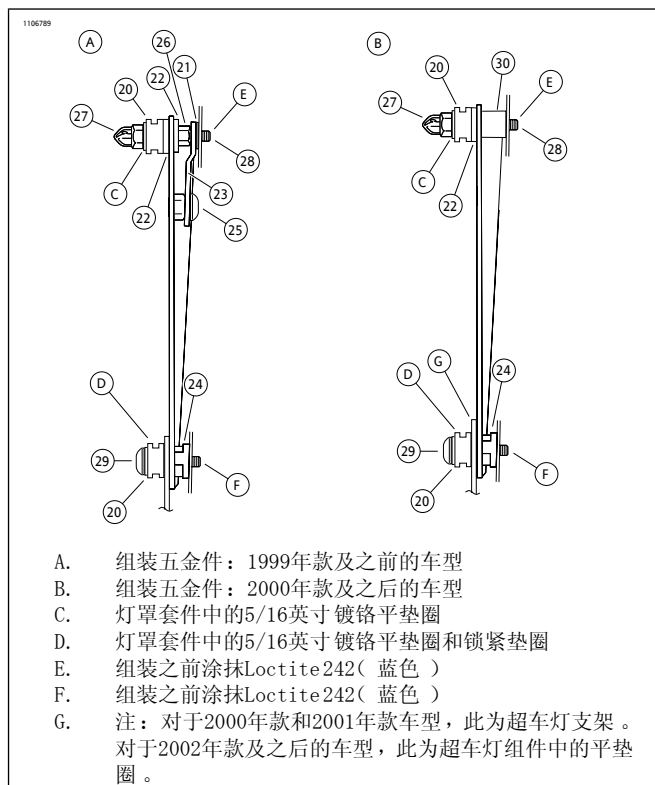

图1。组装五金件
1. 参见图1。在车辆上安装超车灯组件之前, 按照图示将顶部安装五金件(21、22、23、25、26和28)置于超车灯支架上。仅拧紧位于中心位置的螺丝(25)。
参见图1: (G)中下一步骤的例外。